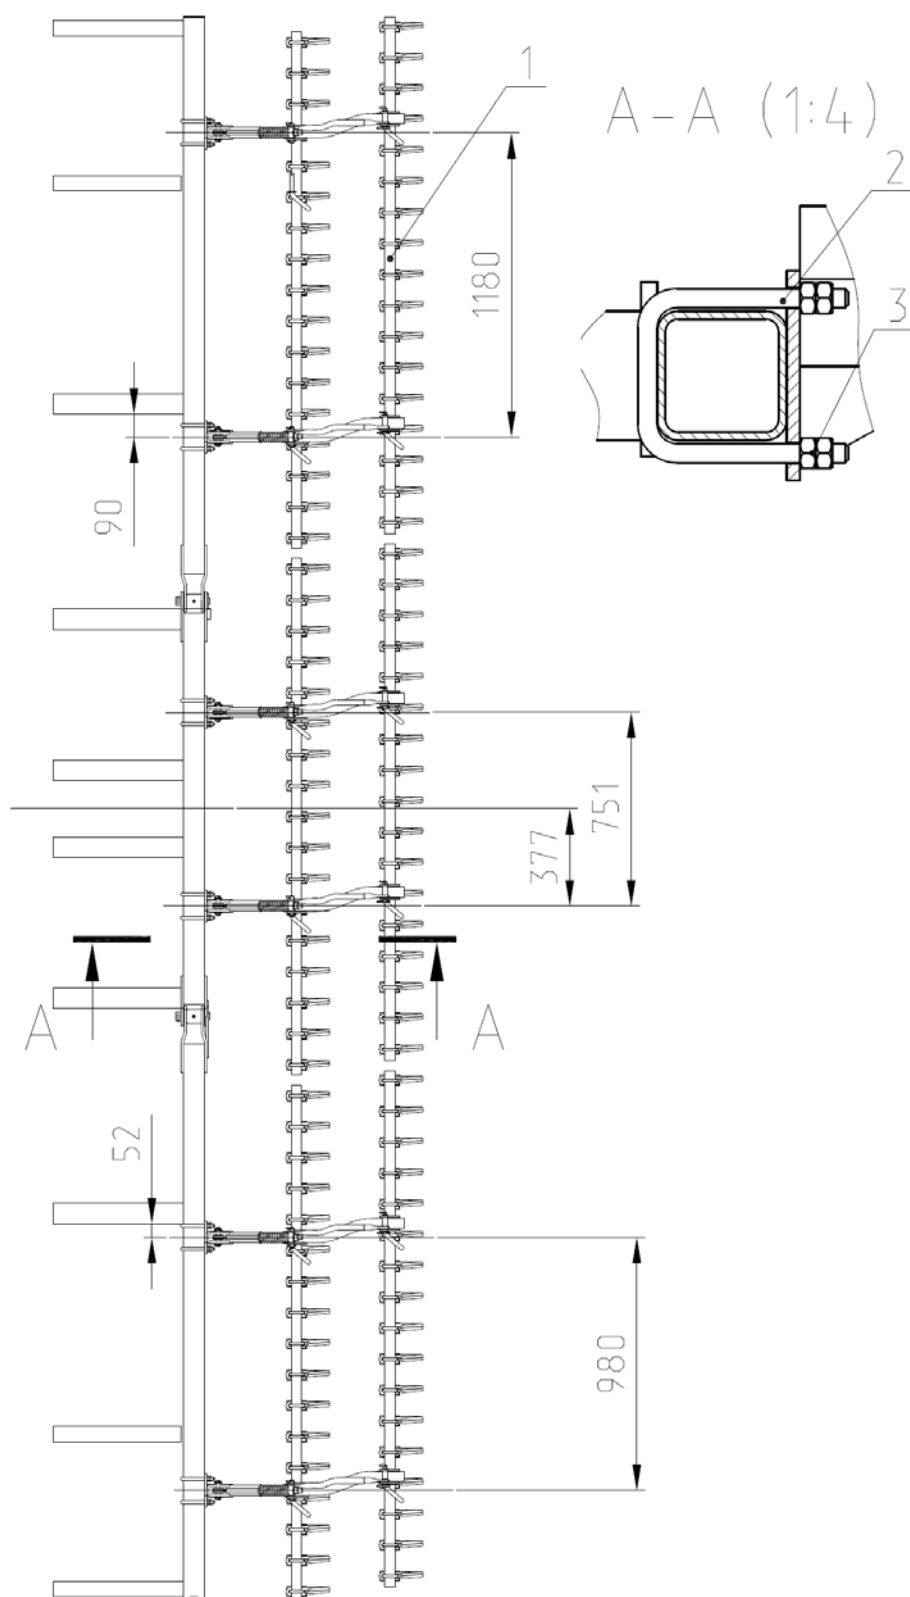

Рис.20 КСП-6 с комплектом 2-х рядных гребенок.
2.17 Гребенки 2-х рядные КСП 08.010 (Рис.20). крепятся к центральной секции КСП 01.000А и крылу КСП 01.090Б и закреплены скобами 2 и гайкой 3.